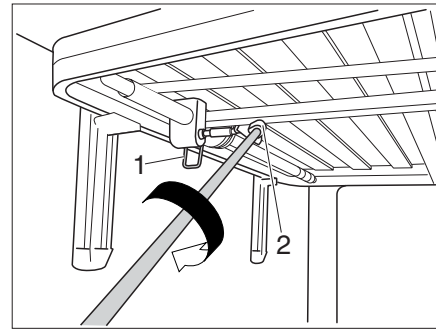

Fig. 136 Ajuste de la altura
- Soltar la palanca de retención (Fig. 136,1). La cama puede ahora desajustarse.
- Empujar la manivela en el alojamiento cuadrangular magnético (Fig. 136,2). La altura de la cama se puede ahora cambiar.
- Tirar la manivela fuera del alojamiento cuadrangular (Fig. 136,2) y colocarla en el soporte.